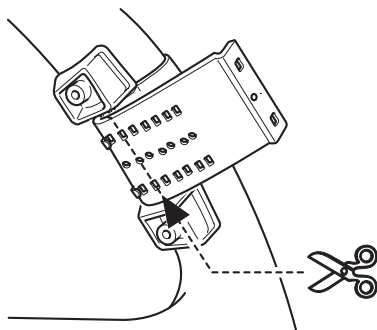

Fig. 17
2. Corte la porción extra de la correa en el centro del sujetador interior. (Fig. 17)